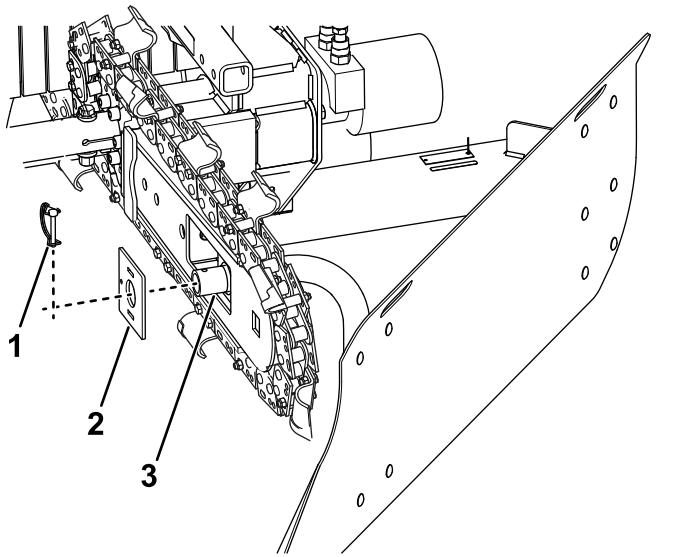

Figure 4
3. Enlevez la goupille à anneau et la plaque de montage du support avant (Figure 4).
5. Glissez la plaque de montage sur le support avant et fixez-la avec la goupille à anneau attachée par le cordon (Figure 4).
- Enlevez la goupille à anneau et la plaque de montage du support avant (Figure 4).